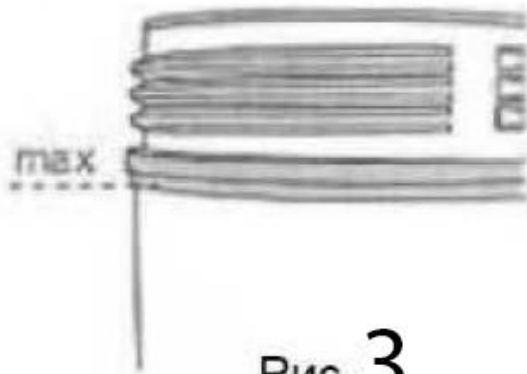

Рис. 3
- Заполните бункеры песком до метки максимального наполнения - точка ниже резьбы. - рис.3.